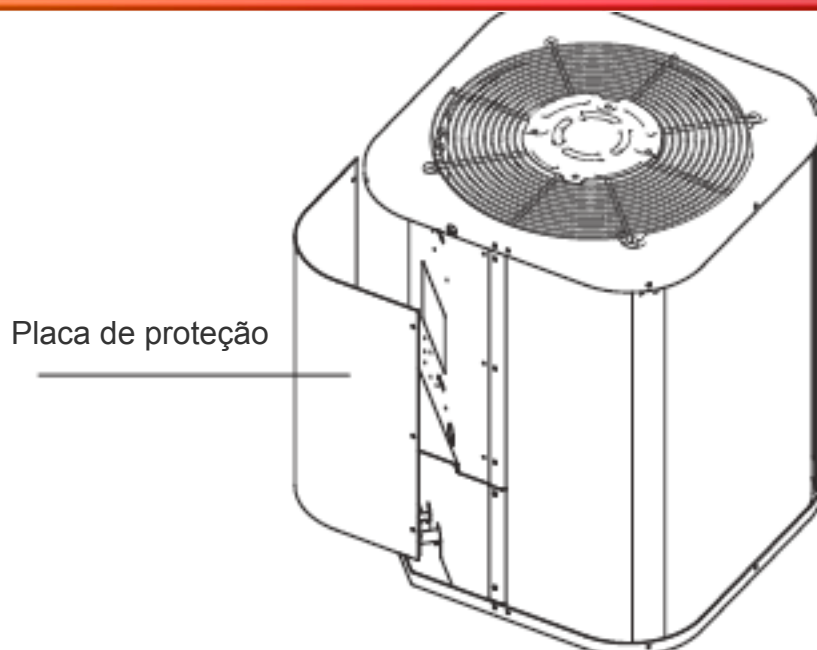
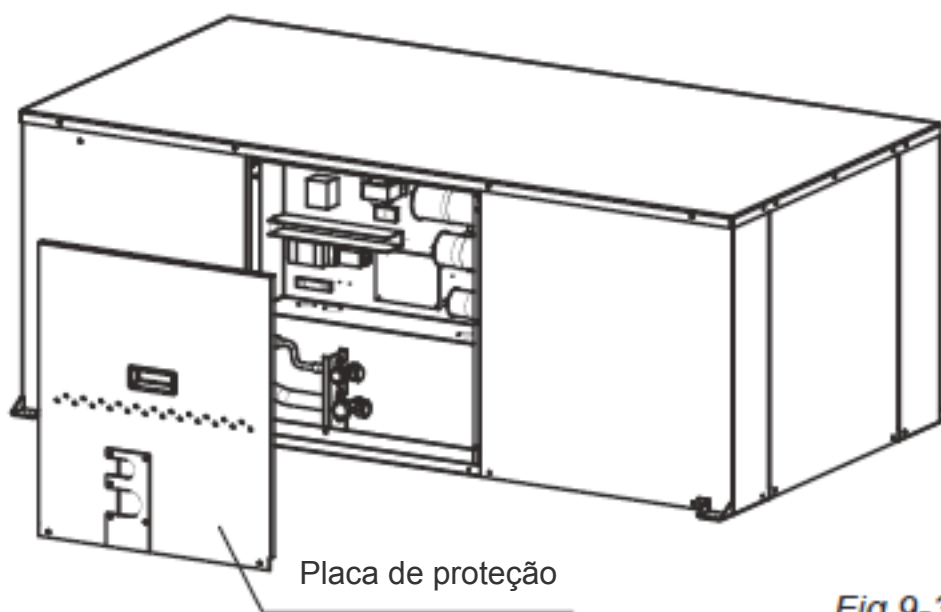

Fig.9-2
Fig.9-3
- Esconda os cabos da coberta. (Se não há uma coberta na unidade ao ar livre, desmonte os parafusos da placa de manutenção, e puxe-o na direção da seta para retirar a placa de proteção.) (Refira-se à Fig. 9-1, Fig. 9-2, Fig. 9-3)